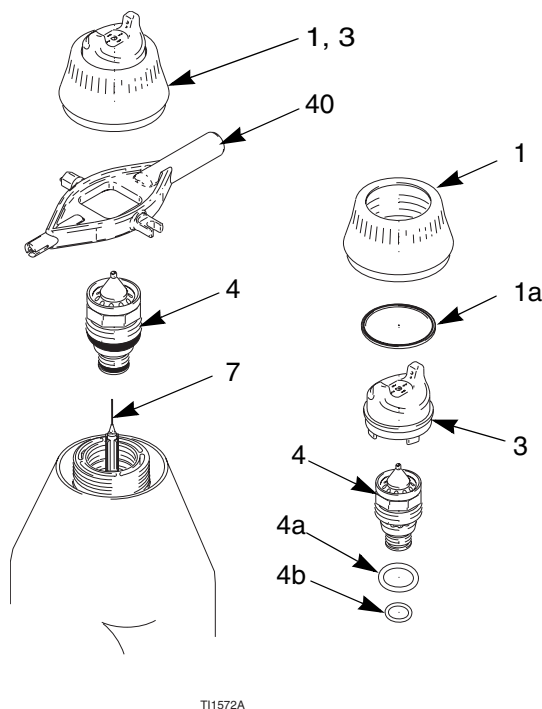

Fig. 21. Sostituzione del cappello aria/ugello
2. Rimuovere l'anello di ritenzione (1) ed il cappello aria (3). Vedere Fig. 21.
3. Puntare la pistola verso l'alto e durante la rimozione dell'ugello del fluido (4) con l'utensile multiuso (40).